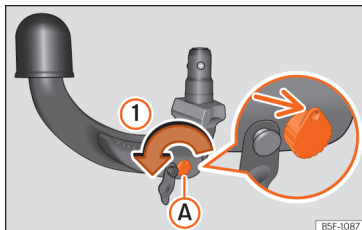

Abb. 252 Schritt 1
- Drehen Sie den Schlüssel in Pfeilrichtung ①, bis sich der gelochte Teil des Schlüssels oben befindet »» Abb. 252 (Pfeil).